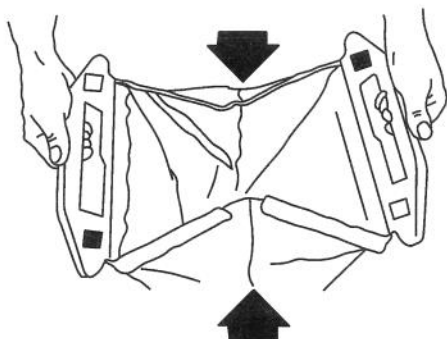

Figure 43
13. Fermer l'arrière du sac en repliant les côtés vers l'intérieur et enclipser les deux moitiés de poignées de sac arrière l'une dans l'autre (Fig. 43).